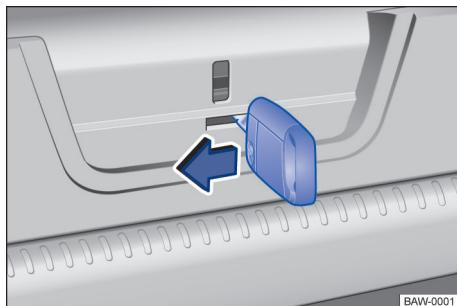

Fig. 63 No compartimento de bagagem: destrarar a tampa traseira a
- Inserir a haste da chave na abertura na tampa traseira → Fig. 63 e deslocar a alavanca de destravamento no sentido da seta.